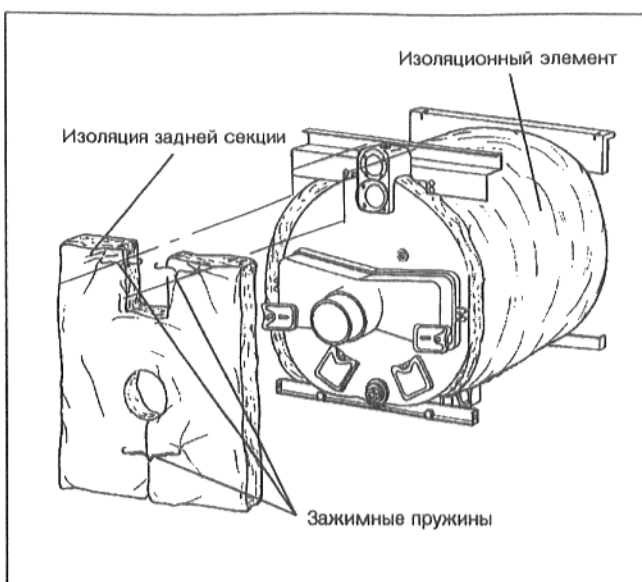

Рис. 29
- В нижнем участке просунуть изоляционные элементы под блок котла в соответствии с Рис. 29. Опоры секций котла входят в прорези изоляционных элементов.
- Изоляцию с обращенным вверх вырезом для возвратной линии котла установить на патрубок отходящего газа (Рис. 29).
- Посредством двух зажимных пружин прикрепить изоляцию задней секции к задней верхней траверсе (Рис. 29).
- Закрыть вырез под патрубком отходящего газа посредством зажимной пружины (Рис. 29).